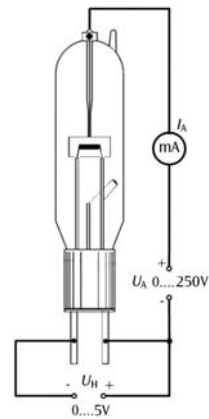

Fig. 4a Schaltungsaufbau zur Untersuchung des Raumladungsbereichs- und Sättigungsbereichs
- Schaltung gemäß Fig. 4a/b vornehmen.